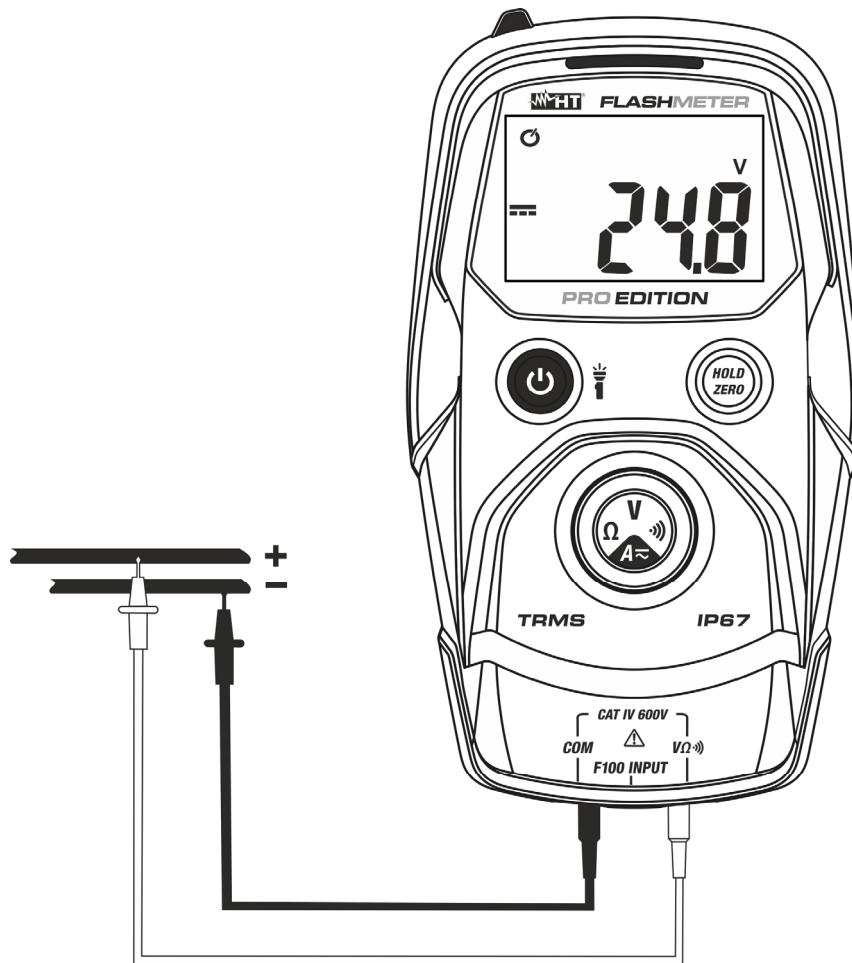

Abb. 3: Verwendung des Gerätes für Gleichspannungsmessung
3. Verbinden Sie die rote Messleitung und die schwarze Messleitung mit dem jeweils positiven und negativen Potenzial des zu messenden Kreises (siehe Abb. 3). Bei einem **Wert > ca. 1,0V** wählt das Gerät die Funktion zur Messung von Direktspannung automatisch aus. Der Spannungswert erscheint auf dem Display.
5. Das Symbol "-" auf dem Display des Gerätes gibt an, dass die Spannung die umgekehrte Richtung mit Bezug auf den Anschluss in Abb. 3 hat.